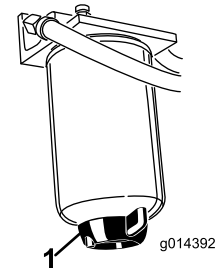

図 47
水セパレータ図47の水抜きは毎日おこなって異物を除去してください。400運転時間ごとにフィルタのキャニスタを交換してください。
2. フィルタ容器図47下部のドレンプラグをゆるめて水や異物を流し出す。